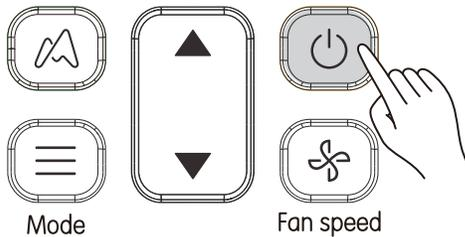

Figura 3.3
1. Presione (consulte la Figura 3.3), las unidades interiores comienzan a funcionar;